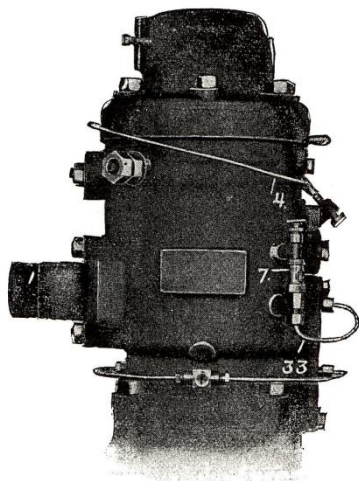

Fig. 8.
VATTENINSPRUTNINGEN (se fig. 8). Om man önskar forcera motorn öfver den normala hastigheten måste man använda **söt vattensinsprutning** in i själfva motorcylindern, då motorn eljest snart blir öfverhettad och alldeles förlorar sin kraft. Vattnet införes genom vattenregleringsventilen (7) under hvilken vattenventilen (märkt V) sitter för att hindra att luften i vefhuset skall trycka vattnet tillbaka.